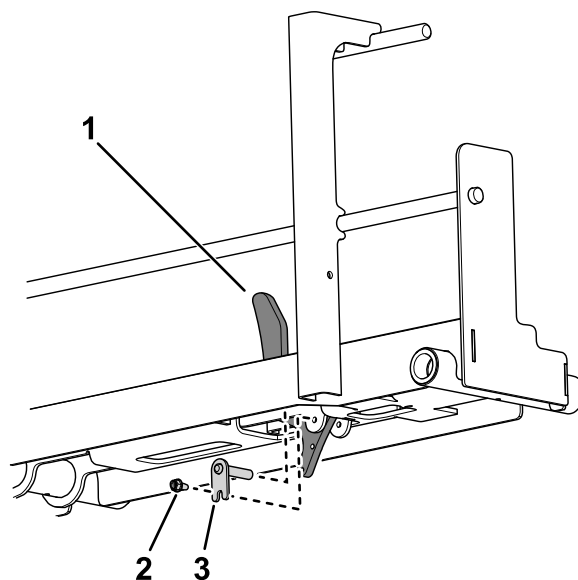

Figura 12
4. Utilizzate un perno a bandiera e una vite a testa esagonale per fissare il fermo della ruota al gruppo rampa (Figura 12)